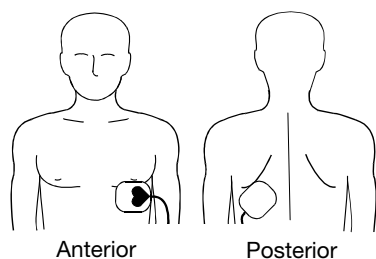

Abbildung 3-1 Platzierung anterior-posterior
- 1 Platzieren Sie entweder die ♥ oder die + Therapieelektrode über dem linken Präkordialbereich wie in Abbildung 3-1 dargestellt. Der obere Rand der Elektrode sollte sich unterhalb der Brustwarze befinden. Vermeiden Sie wenn möglich eine Platzierung auf der Brustwarze, dem Zwerchfell oder der knöchernen Wölbung des Brustbeins.
- 2 Platzieren Sie die andere Elektrode hinter dem Herzen im Gebiet unter dem Schulterblatt wie in Abbildung 3-1 dargestellt. Achten Sie für den Komfort des Patienten darauf, dass der Kabelanschluss nicht unter dem Rückgrat liegt. Platzieren Sie die Elektrode nicht auf den knöchernen Wölbungen des Rückgrats oder des Schulterblatts.